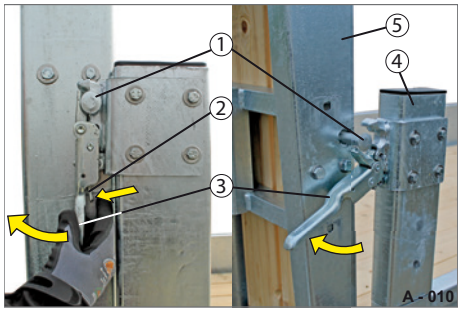

Abb. 19 Sicherungsverschluss entriegeln
- ▶ Drücken Sie die Verschluss-Sicherung (Abb. 19/2) ein und
- ▶ Ziehen Sie am Verschluss-Hebel (Abb. 19/3).
- Der Zapfen (Abb. 19/1) der Auffahrrampe (Abb. 19/5) wird freigegeben.
- ▶ Drücken Sie den Verschluss-Hebel (Abb. 19/3) an die Eckrunge (Abb. 19/4) mit flacher Hand. Die Verschluss-Sicherung (Abb. 19/2) schnappt ein. Der Sicherungsverschluss ist verriegelt.